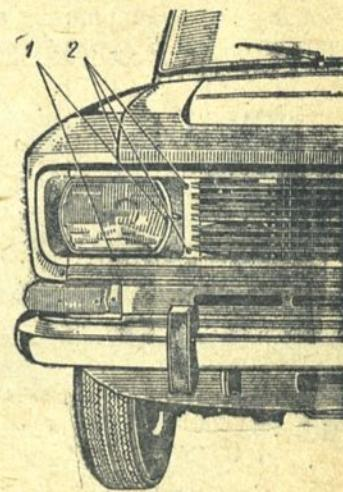

Рис. 68. Фара автомобиля и решетка радиатора:
4. Если расположение световых пятен на экране при включенном ближнем свете не соответствует показанному на рисунке, то отрегулируйте направление пучка света одной или обеих фар, для чего отрегулируйте регулировочными винтами 1 (рис. 68) положение на экране светового пятна каждой фары.
При необходимости замены лампы в фаре предварительно отверните шесть винтов 2 (см. рис. 68) крепления облицовки радиатора к кузову и снимите облицовку.